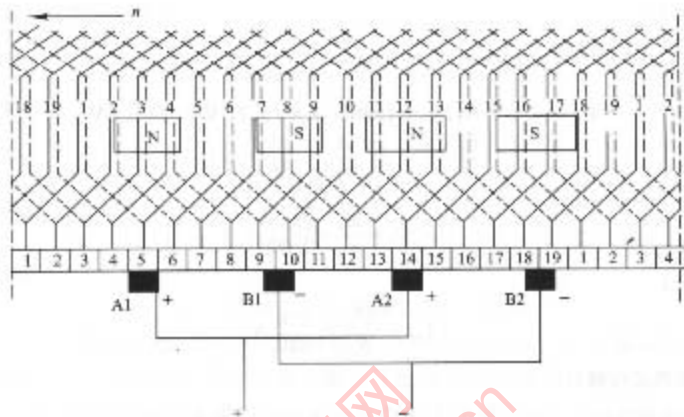

图1.5 题1.19图
(2) 绕组展开图如图 1.5 所示 (采用左行长距绕组)
(3) 并联支路数如下: $2a = 2$